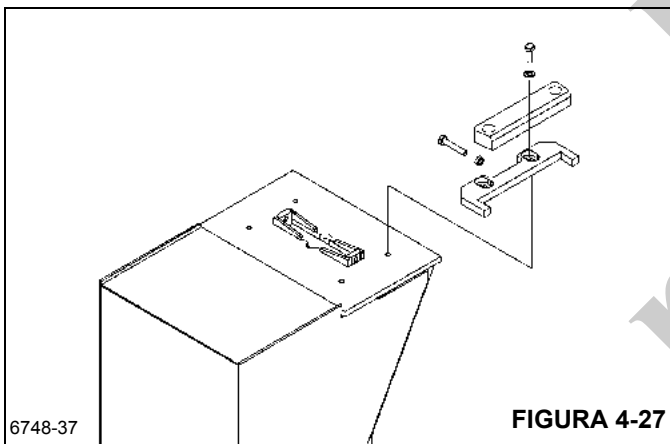

FIGURA 4-27
7. Remova o parafuso, a arruela e a arruela de deslocamento (Figura 4-27) que fixam as placas de desgaste ajustáveis superiores traseiras e remova as placas de desgaste, as placas de retenção e os parafusos da parte superior da seção volante.